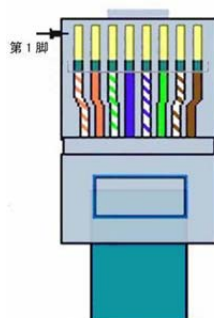

图 3 网线线序
- c) POE 供电：通过普通 RJ45 网口的引脚 5（GND）和引脚 8（VCC）两根线可以给 ZLSN5800 供电，供电电压为 9~24V 之间的任何值。RJ45 网线线序参考图 3。默认 POE 功能未打开，需要定制。